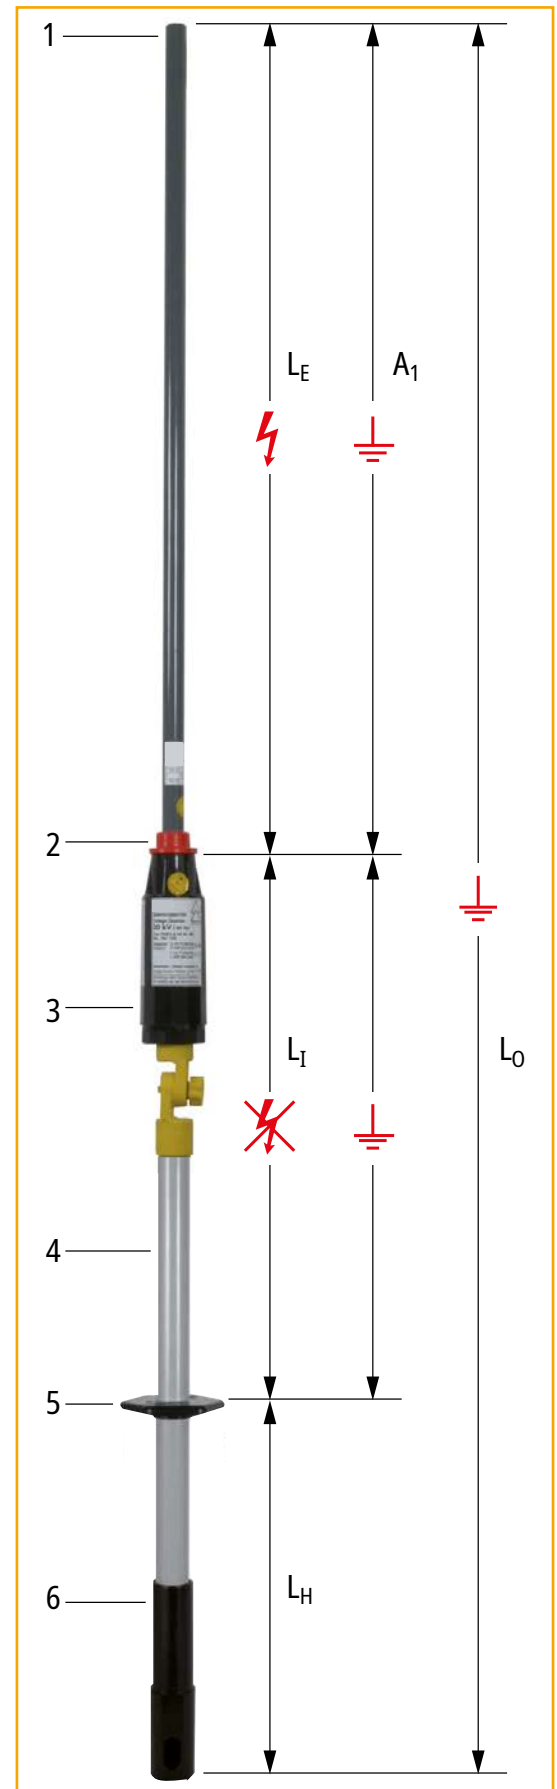

Bild 6
- ➔ Der modulare Spannungsprüfer PHE3 darf im Bereich des Isolierteiles nur an geerdete Anlagenteile angelegt werden (siehe Bild 6)
- ➔ Der modulare Spannungsprüfer PHE3 darf vom vorderen Ende (Kontaktelektrode) bis zum Roten Ring (2) auf spannungsführende und geerdete Anlagenteile angelegt werden (siehe Bild 6).
- ➔ Der modulare Spannungsprüfer PHE3 darf im gesamten Bereich an geerdete Anlagenteile angelegt werden (siehe Bild 6).
Bei Anzeige „**Spannung vorhanden**“ verhindert während des Prüfvorganges eine elektronische Verriegelung das automatische Abschalten, und nach beendetem Prüfvorgang bleibt der Zustand „prüfbereit“ (Dauerlicht, grüne LED) wiederum für die Dauer der Betriebsbereitschaft aufrechterhalten (siehe Bild 6 und Tabelle 5, Seite 16).